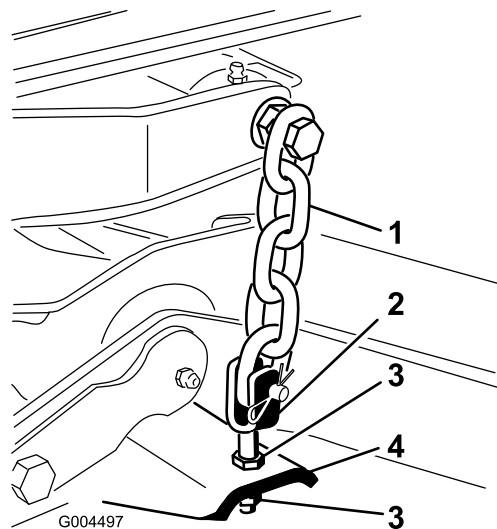

Figura 77
7. Regolate i controdadi che fissano le forcelle/catene della scocca al piatto di taglio, finché il passo della lama non è di 8 mm (Figura 77).